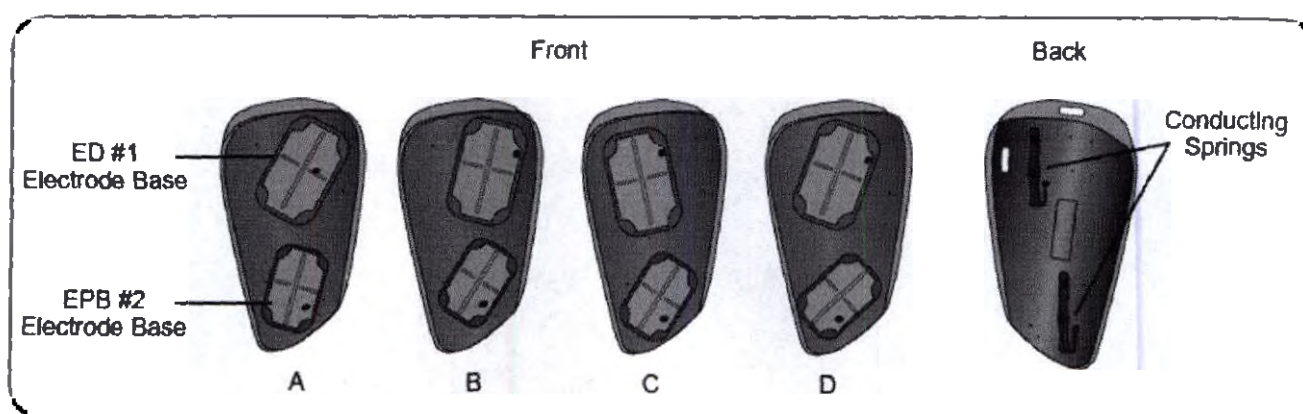

Рис. 5-4 Подгоночные панели разгибателей (front-перед, back-вид сзади, Electrode base-тканевые электроды, conducting springs- проводящие пружины)
Подгоночные панели разгибателей доступны в правом (Rt) и левом (Lt) исполнении, и в четырех базовых конфигурациях электродов: A, B, C, и D. См. Рисунок 5-4.
Каждая подгоночная панель разгибателей имеет два базовых электрода (Extensor Digitorum (ED) #1 и Extensor Pollicis Brevis (EPB) #2) с одной стороны и две проводящих пружины на другой стороне. См. рис. 5-4. Проводящие пружины обеспечивают электрический контакт с базовыми электродами # 1 и # 2 ортеза.
Каждая подгоночная панель сгибателей имеет один базовый электрод (Flexor Digitorum Superficialis (FDS) #4) и проводящую пружину. См. рис. 5-4. Проводящая пружина расположена на обратной стороне подгоночной панели и обеспечивает электрический контакт с базовым электродом # 4 ортеза.